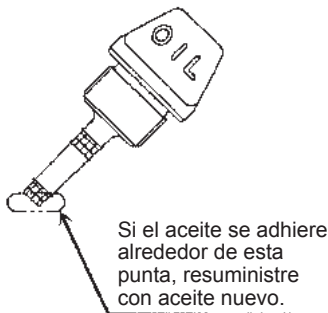
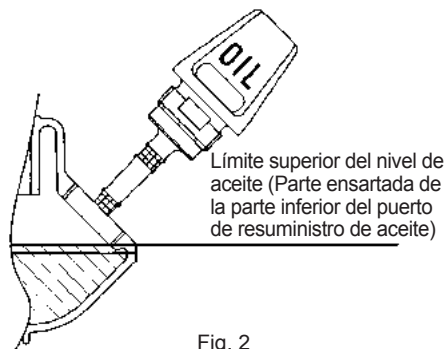

Fig. 1
Fig. 2
- Cuando el aceite sea escaso de tal forma que solamente la punta del medidor de aceite haga contacto con el aceite, especialmente cuando el medidor se encuentra insertado en el cárter sin estar atornillado (Fig. 1), resuministre con aceite nuevo a través del puerto (Fig. 2).
- (1) Mantenga el nivel de aceite y retire el medidor de aceite.
- (2) Llène de aceite hasta el borde del puerto de resuministro de aceite (consulte la Fig. 2 en la página anterior). Suministre el aceite con el contenedor de resuministro del lubricante.
- (3) Apriete firmemente el medidor de aceite. Puede que un apretado insuficiente cause una fuga de aceite.